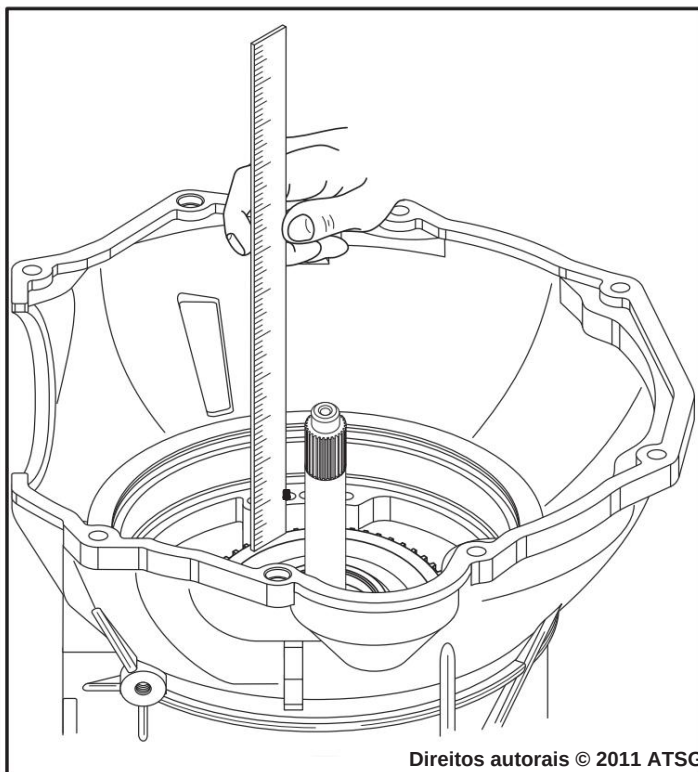

Figura 45
26. Antes de remover o alojamento de entrada, meça e registre a distância instalada do cubo da embreagem de entrada até a superfície da bomba de óleo do alojamento, conforme mostrado na Figura 45, para verificação da remontagem.